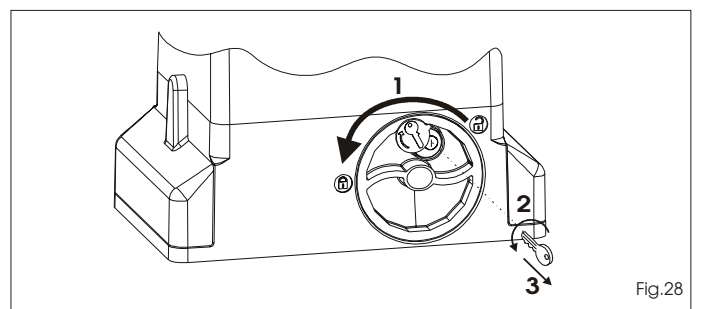

Fig.28
- 1) Gire el sistema de desbloqueo en sentido antihorario hasta su tope, Fig. 28 ref. 1.
- 2) Gire la llave en sentido antihorario y quítela de la cerradura, Fig. 28 ref. 2 y 3.